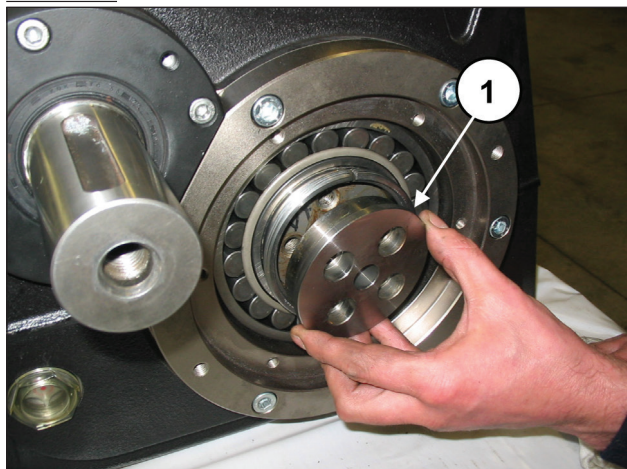

Fig. 79
Insérer les brides de maintien de la douille dans les douilles coniques (rep. ①, Fig. 79).